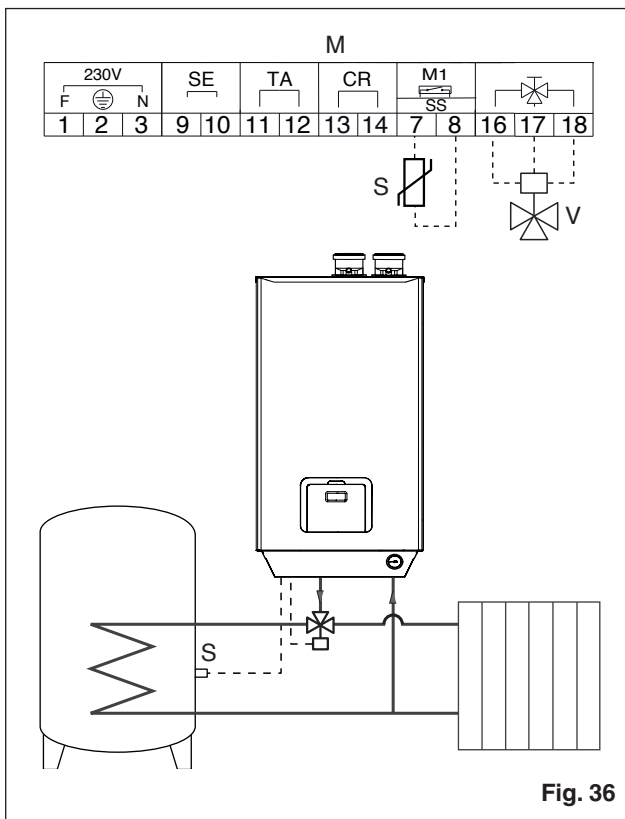

Fig. 36
- Realizar el circuito hidráulico representado en Fig. 36
- Conectar eléctricamente la válvula de desvío (V) a los contactos 16, 17 y 18 de la regleta de conexión de la caldera (M)
- Conectar la sonda del calentador (S) suministrada como accesorio a los contactos 7 y 8 de la regleta de conexión de la caldera (M)